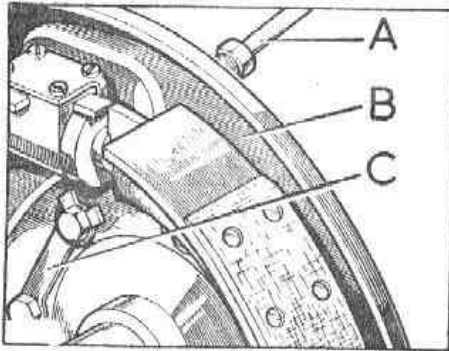

Fig. F-14 Montaje de la placa de anclaje del freno
- 3.2. Situar la mangueta, con la claveta hacia la parte superior, sobre el cárter del pivote y, seguidamente la placa de anclaje, debiendo quedar la conexión para la tubería del freno, A (Fig. F-14), en la parte superior. Al colocar las placas y fiadores se comprobará que el rebaje, C, queda hacia la parte interior.